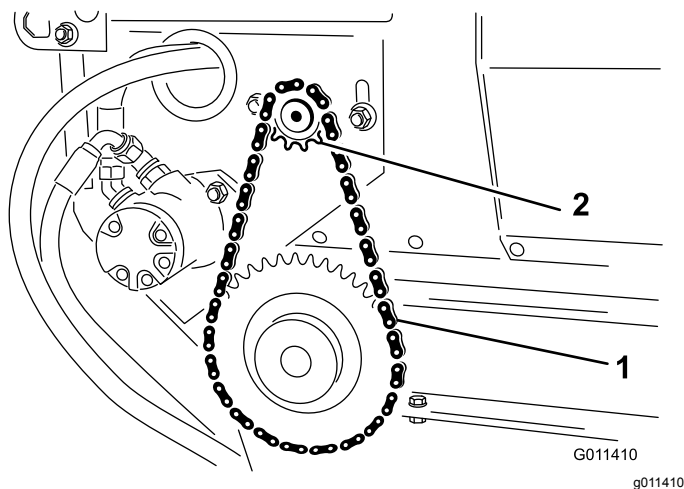

**Figura 24**
1. Remova a montagem da cobertura da corrente e do espaçador (Figura 24).